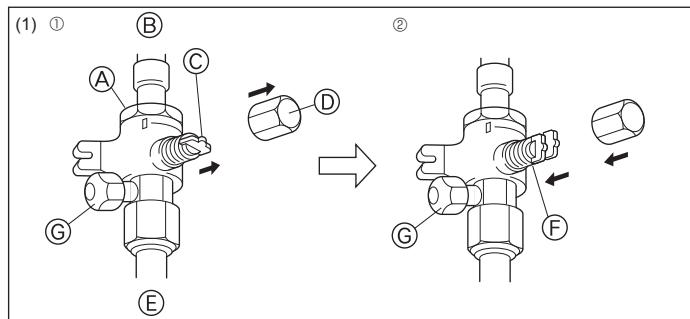
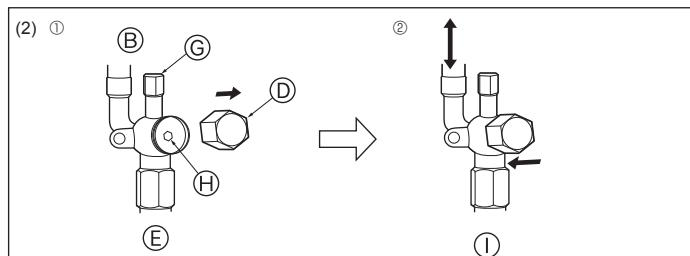

Fig. 4-12
Fig. 4-13
- (1) Côté gaz (Fig. 4-12)
- ① Enlever le capuchon, ramener la poignée vers soi et la tourner d'un quart de tour en sens inverse des aiguilles d'une montre pour ouvrir la vanne.
- ② Vérifier que la vanne d'arrêt est complètement ouverte, appuyer sur la poignée et tourner le capuchon pour le ramener sur sa position d'origine.
- (2) Côté liquide (Fig. 4-13)
- ① Retirez le bouchon, et tournez la tige de soupape à fond dans le sens antihoraire avec une clé hexagonale de 4 mm. Arrêtez de tourner quand elle frappe la retenue. (ø6,35: env. 4,5 tours) (ø9,52: env. 10 tours)